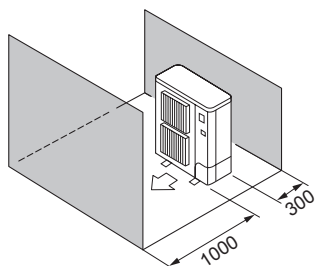

Fig. 2-10
- ⑤ Obstáculos apenas na parte da frente e de trás (Fig. 2-10)